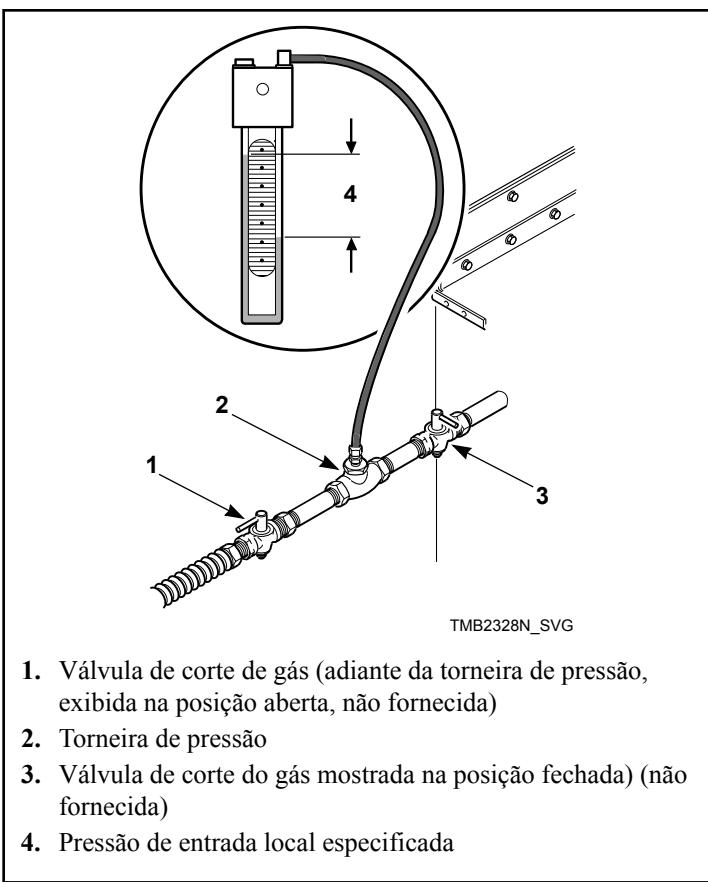

Figura 15
1. Desligue a alimentação da secadora. Desligue a válvula de corte do gás da secadora. Consulte a *Figura 15*.